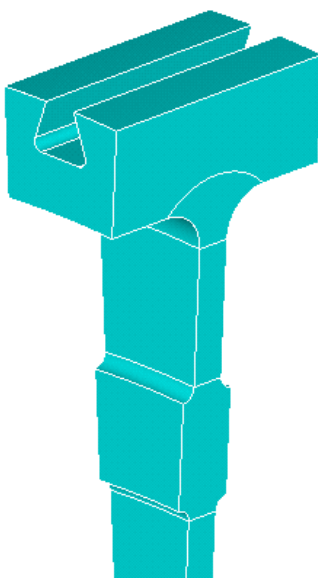

Рис. 7.11. Паз в диске
9) Путем вычитания одного объема из другого, создайте паз в секторе диска: PrPr → **Modeling** → **Operate** → **Booleans** → **Subtract** → **Volumes** (см. рис. 7.11). Выбирайте сначала объем диска, затем вспомогательный объем.